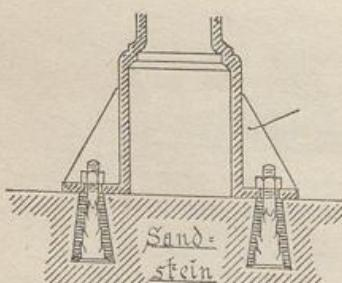

Abb. 132.
5. Steinschrauben. Dies sind runde oder vierkantige, an dem Schaft mit Widerhaken, an dem runden Kopfende mit einem Schraubengewinde versehene Eisenbolzen (Abb. 132). Sie werden in nach unten weiter ausgearbeitete Löcher